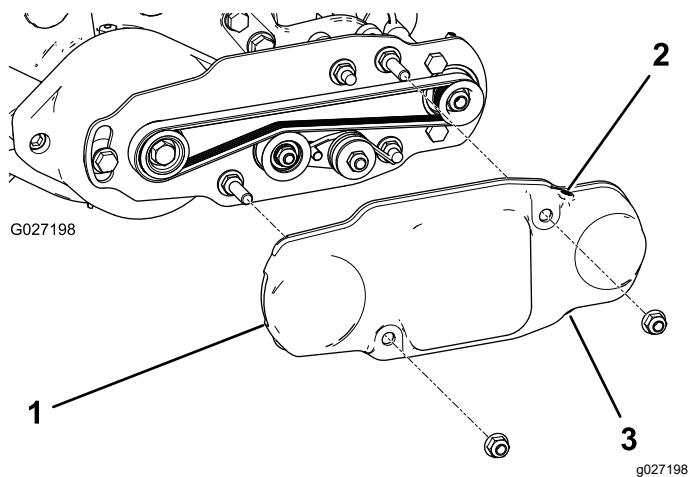

图 17
- 将皮带罩滑动到安装螺栓上并用 2 个凸缘螺母固定皮带罩 图 17。